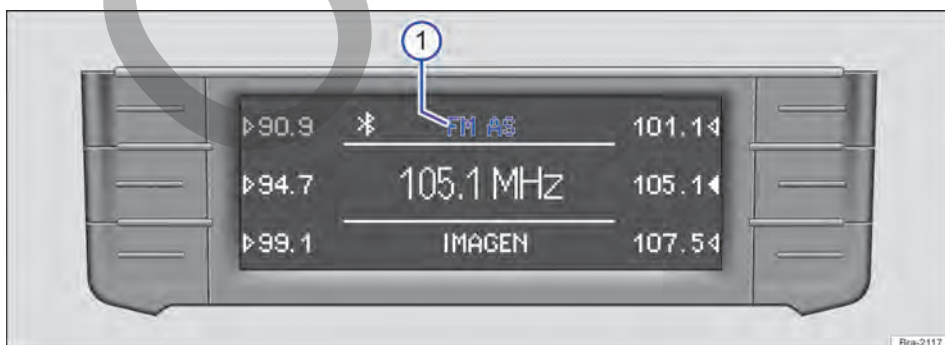

Fig. 151 Menú principal RADIO: se muestran las bandas de frecuencias y los niveles de memoria.
La banda de frecuencia seleccionada en ese momento se muestra arriba de la emisora → fig. 151 ①.